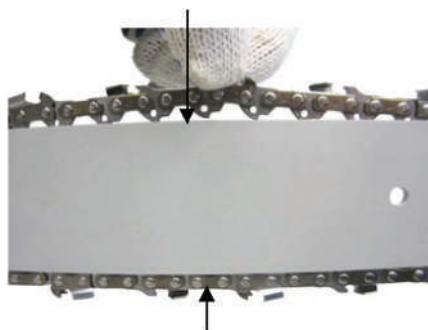

Рис. 6
2. Приподнимите передний конец шины вверх, и удерживая его, шлицевой отверткой комбинированного ключа крутите винт натяжения цепи по часовой стрелке до тех пор, пока цепь не будет плотно прилегать к нижней части шины (Рис.5). Затем возьмите цепь посередине шины с верхней части и приподнимите верх. Цепь должна выходить из направляющего паза шины на высоту зуба (Рис. 6).